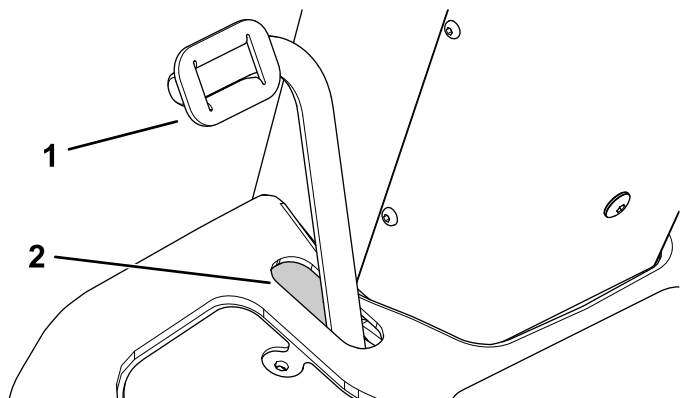

Figura 86
1. Apăsai pedala de frână pentru a verifica dacă există un spațiu suficient la extremitatea din față a fantei (Figura 86).